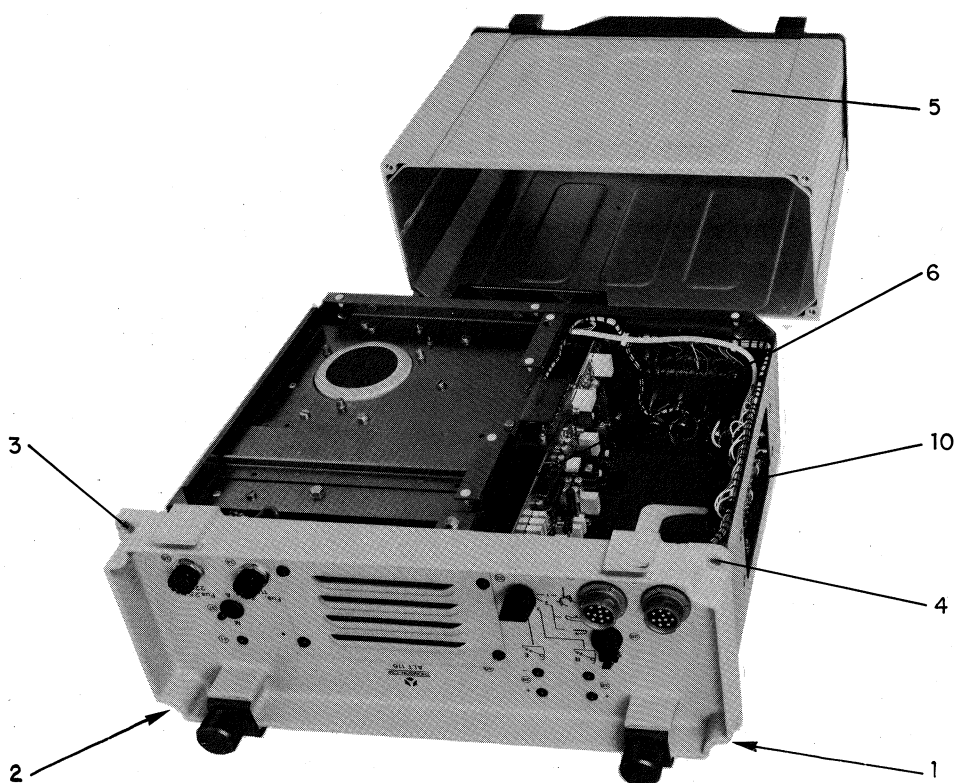

Fig. 1
MODE OPERATOIRE**1 - Démontage du coffret (Fig. 1).**
- Retourner le tiroir équipé pour accéder au CI RACCORD LIGNE 2050 (Fig. 1 - Rep. 10).